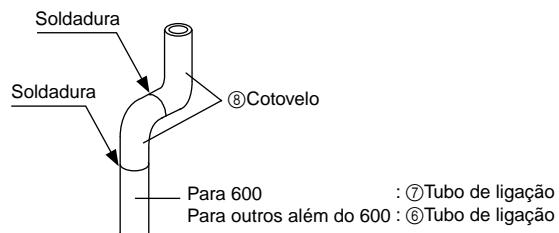

Fig. 4
- (1) Retire a tampa em cobre e a junta em borracha unidas à tubagem e flange do distribuidor (gás) (opcional).
- (2) Monte fora da unidade com o cotovelo (⑧), ligando o tubo (⑦) para o tipo 600, ou ligando o tubo (⑥) para os tipos além do 600 no tamanho e soldadura especificados. (veja a Fig. 4.)